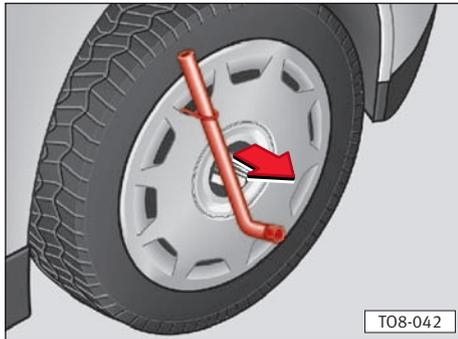

Fig. 138
- Retirar el **embellecedor integral** de la rueda con la llave y el gancho de alambre*. Enganchar éste último en uno de los rebajes del embellecedor integral de rueda. Pasar la llave de rueda por el gancho de alambre y retirar el embellecedor ⇒ fig. 138.